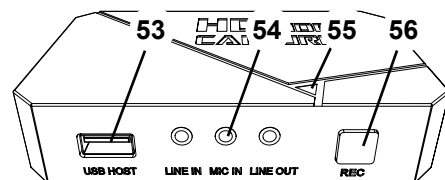

Abb. 35
⇒ REC-Taste (56, Abb. 35) am HDMI-Video-Recorder drücken.
- ◆ Die Signal-LED (55, Abb. 35) leuchtet rot.
⇒ Mikrofon-Kabel des Headsets (rosa Stecker) in Anschluss MIC IN (54, Abb. 35) (rosa Kennzeichnung) einstecken.